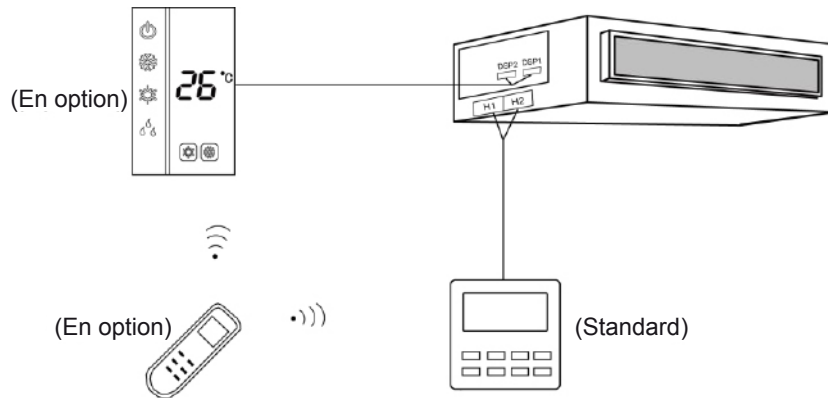

Fig 5.4.3
3) La commande filaire et la carte de réception de signal peuvent être installées en même temps. En cas d'utilisation de la télécommande, aussi bien la commande filaire que la carte de réception de signal peuvent recevoir des signaux, comme indiqué sur la Fig 5.4.3.